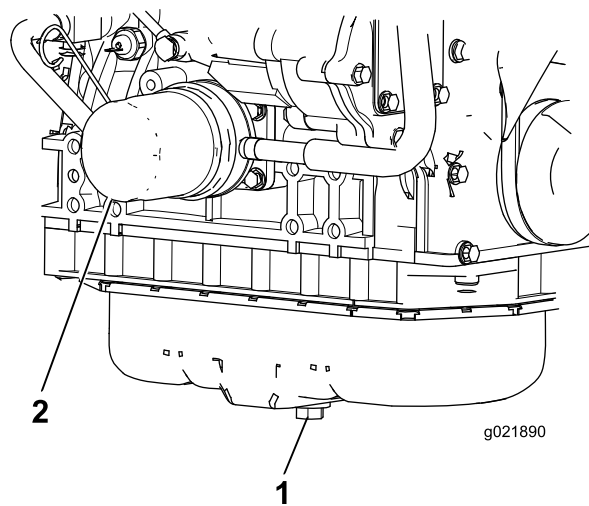

Figura 60
1. Retire o tampão de escoamento (Figura 60) e deixe o óleo escorrer para um recipiente adequado. Quando o óleo for drenado, volte a montar o tampão de escoamento.
2. Retire o filtro do óleo (Figura 60). Aplique uma leve camada de óleo limpo no vedante do filtro novo antes de o montar. **Não aperte demasiado.**